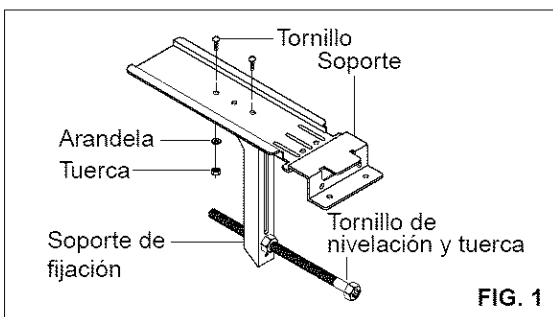

FIG. 1
**1** Colocar sin apretar el soporte a la parte inferior de la fijación usando los tornillos y arandela y tuercas. Colocar el tornillo y la tuerca de nivelación. (Fig. 1)